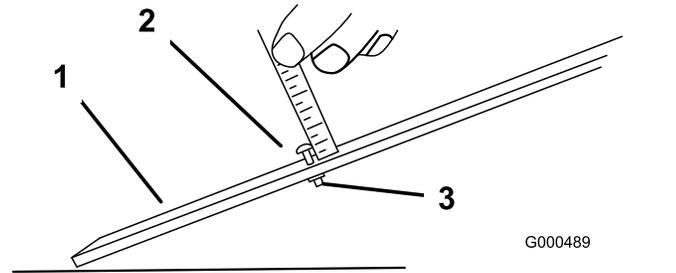

图17
1. 松开调刀尺上的螺母并将调节螺栓设定为所需的剪草高度 图 17。